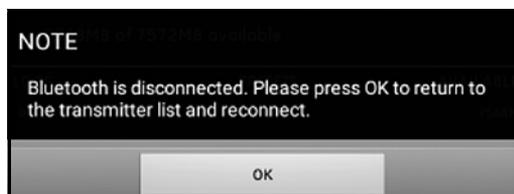

Figure 109 : écran Transmitter Reconnection (Reconnexion du transmetteur)
6. Après le redémarrage du transmetteur, le message illustré dans la *Figure 109* ci-dessous apparaît. Cliquez sur le bouton **OK** pour reconnecter le transmetteur.